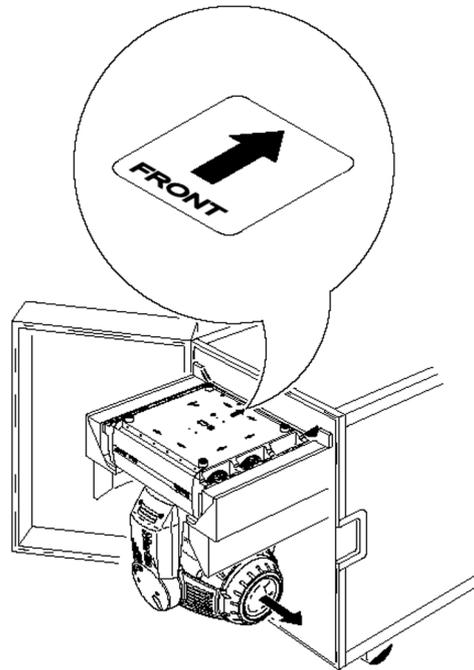

Bild 3: Doppel- Flightcase
3. Ziehen Sie den Einschub vollständig heraus. Heben Sie das Gerät zu zweit in den Einschub, wobei der Pfeil auf der Unterseite des Geräts in das Case zeigt (Bild 3).